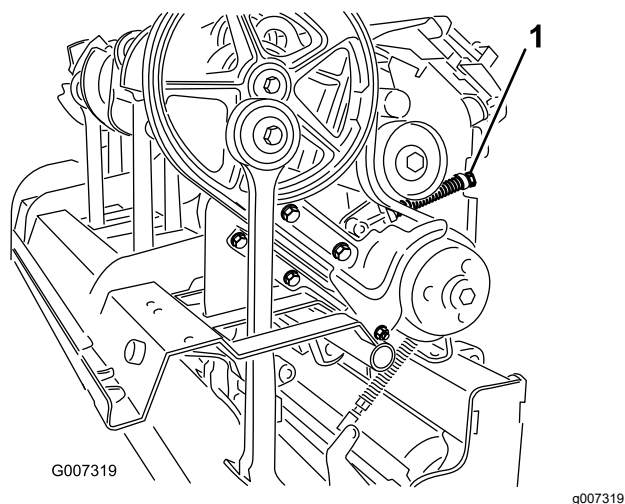

図 38
4. スプリングリテーナ 図 38 を固定しているロックナットをゆるめてリテーナを回してアイドラスプリングの押圧力をなくす。